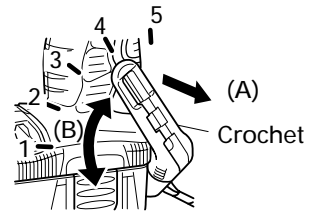

Fig. 5
- Tirer le crochet vers soi dans le sens de la flèche (A), et le tourner dans le sens de la flèche (B) (Fig. 5).
- (2) Il est possible de régler la direction de la lampe dans la plage des positions 1 à 5 du crochet (Fig. 5).